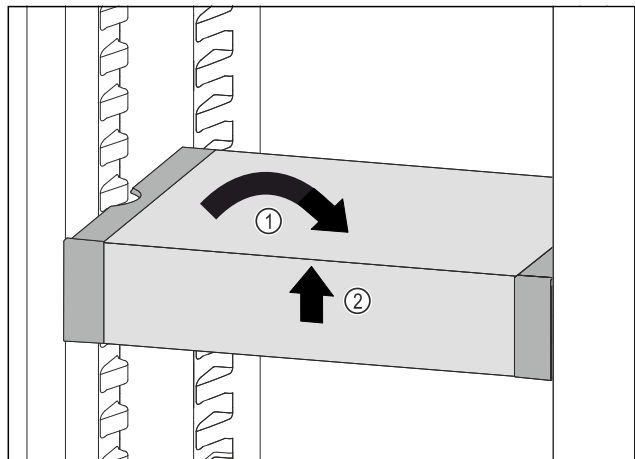

Fig. 110
- Collocare VarioSafe in maniera dritta. Fig. 110 (1)
- Sollevare VarioSafe dal lato anteriore. Fig. 110 (2)